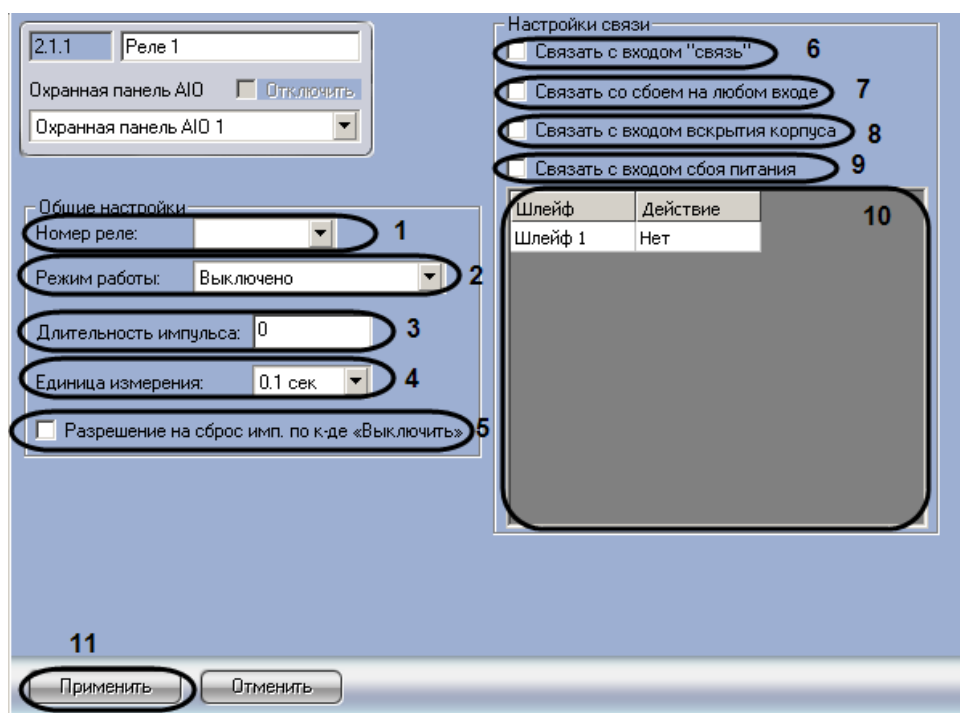

Рис. 3.6-6 Панель настроек объекта Реле
1. Перейти на панель настроек объекта **Реле** (Рис. 3.6-6).
2. Из раскрывающегося списка **Номер реле**: выбрать порядковый номер реле (см. Рис. 3.6-6, 1).
3. Из раскрывающегося списка **Режим работы**: выбрать режим работы реле (см. Рис. 3.6-6, 2, Таб. 3.6-2).
- 4.1 Из раскрывающегося списка **Единица измерения**: выбрать режим единицу измерения длительности импульса (см. Рис. 3.6-6, 4).
- 4.2 В поле **Длительности импульса** установить значение в выбранных единицах, определяющее длительность импульса (см. Рис. 3.6-6, 3).
5. Если необходимо включить возможность сброса импульса при смене режима работы на **Выключено**, установить флажок **Разрешение на сброс имп. по к-де «Выключить»** (см. Рис. 3.6-6, 5).
6. Установить флажок **Связать с входом «связь»**, если необходимо, чтобы реле реагировало на состояния входа **Связь** (см. Рис. 3.6-6, 6).
7. Установить флажок **Связать со сбоем на любом входе**, если необходимо, чтобы реле реагировало на сбой любого из входов (см. Рис. 3.6-6, 7).
8. Установить флажок **Связать с входом вскрытия корпуса**, если необходимо, чтобы реле реагировало на состояния корпуса охранной панели (см. Рис. 3.6-6, 8).
9. Установить флажок **Связать с входом сбоя питания**, если необходимо, чтобы реле реагировало на состояние питания охранной панели (см. Рис. 3.6-6, 9).
10. Настроить взаимодействие реле и шлейфов (см. Рис. 3.6-6, 10). В столбце **Действие** выбрать состояния шлейфов, при которых реле будет замыкаться (Таб. 3.6-3).
11. Для сохранения внесенных изменений необходимо нажать кнопку **Применить** (см. Рис. 3.6-6, 11).
7. Для сохранения внесенных изменений необходимо нажать кнопку **Применить** (см. Рис. 3.6-6, 11).